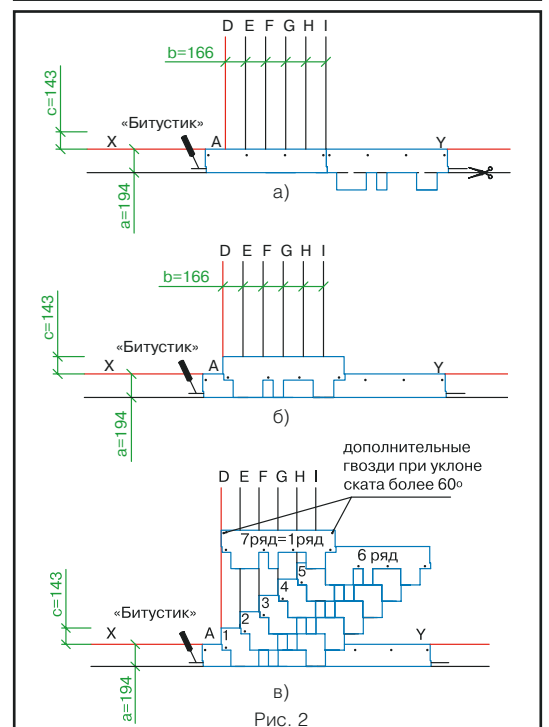

Рис. 2
## Укладка материала (рис. 2)
- Начальный ряд формируется из листов черепицы АЛЬПИН с обрезанными лепестками. Полученные таким образом полосы шириной 19,4 см укладываются по линии карниза в обе стороны от линии I (рис. 2а) и фиксируются по нижнему краю битумной мастикой «Битустик», а по верхней кромке 4 гвоздями (ось гвоздей на 5 см ниже верхнего края полосы);
- далее первый ряд черепицы укладывается от линии AD (рис. 2б);
- второй ряд укладывается от линии E (со смещением 16,6 см от AD) (рис. 2в);
Каждый лист черепицы АЛЬПИН крепится 4 гвоздями таким образом, чтобы гвоздь прошивал и верхний край нижележащего листа черепицы (рис. 2в).